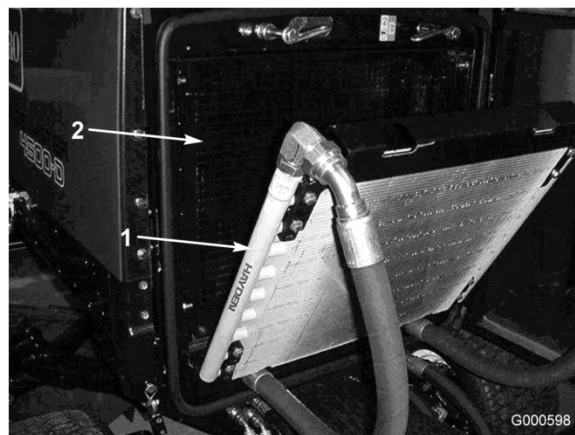

Figure 51
3. Basculez le refroidisseur d'huile en arrière. Nettoyez soigneusement les deux côtés du refroidisseur et la surface autour du radiateur (Figure 51) à l'air comprimé.